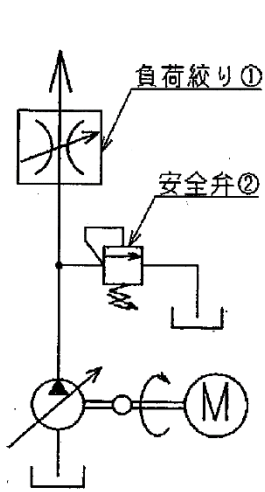

図2. 油圧回路図
本レギュレータの作動はコントロール弁、サーボ弁、あるいはモータなど、使用回路の負荷との関係で決まります。ここでは、制御方式が圧力コンペンセータ制御のみの仕様で、絞り負荷の場合を代表例として説明します。油圧回路図を図2に、制御特性要因図を図3に示します。
最初、負荷絞り①（図2）が全開状態にあったとします。この時ポンプは最大流量を吐出し、低圧のA点（図3）にあります。この時の圧力制御内部の状態を説明します。